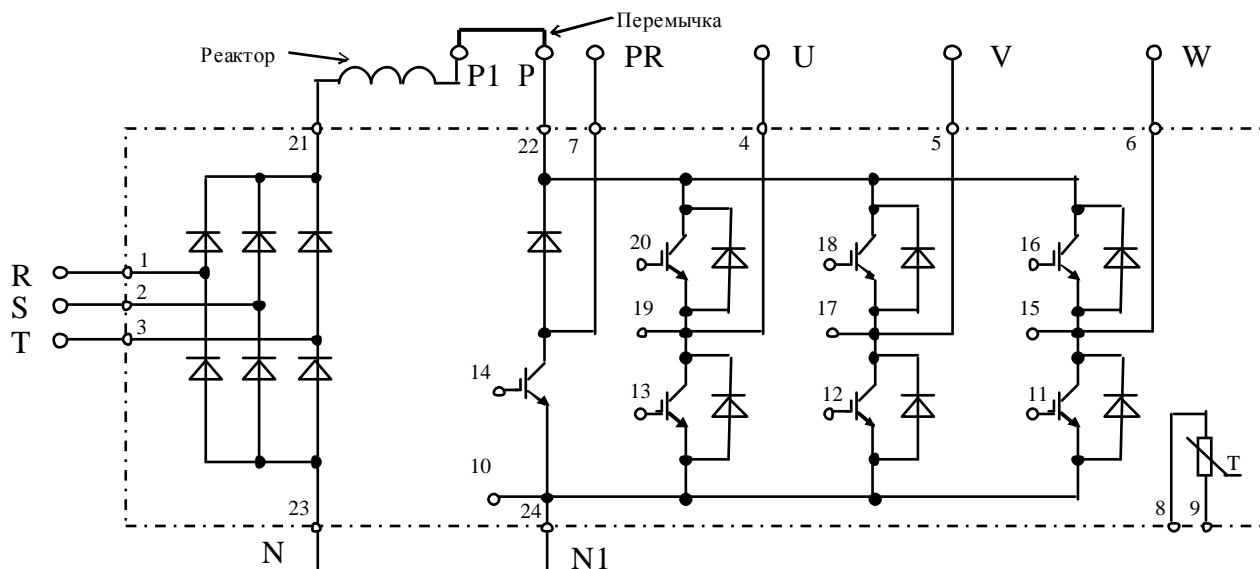

Рис. 4.4. Принципиальная схема матрицы IGBT 7MBR50SB120 и FP75R12KE3
4.7.2. Электрическая принципиальная схема матриц 7MBR50SB120 и FP75R12KE3 приведена на рис.4.4 (на схеме также показаны внешние силовые клеммы ПЧ).